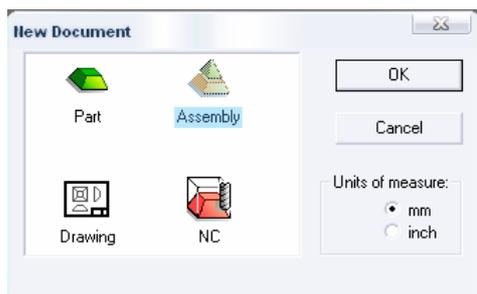

Рисунок 30 - Выбор модуля сборки при создании нового документа
11. Создание шпоночного соединения. Для этого выберем New > модуль сборки (рисунок 30). Сохраняем файл Save as «сборка.elt».